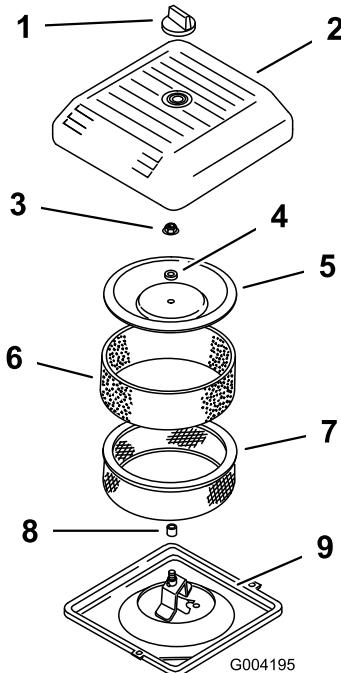

Figura 147
1. Fate scorrere attentamente il prefiltrato in schiuma sintetica sul filtro di carta (Figura 147).